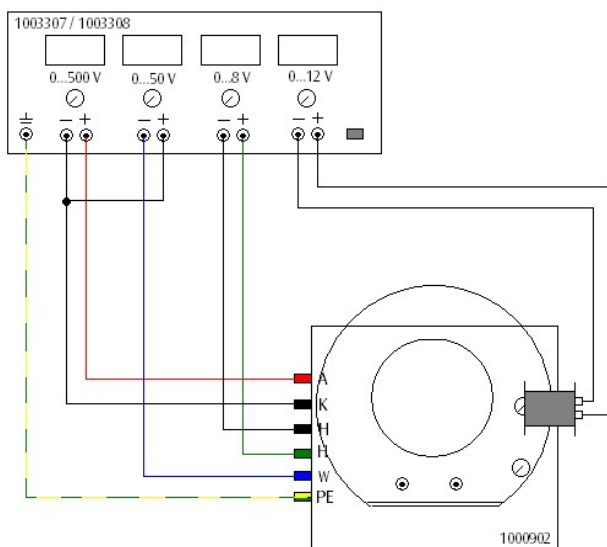

Fig. 5 Desvio magnético do feixe de elétrons.
- Fixar uma bobina no lado direito do anel de metal conforme a fig. 5.
- Efetuar a conexão do tubo conforme a fig. 5.